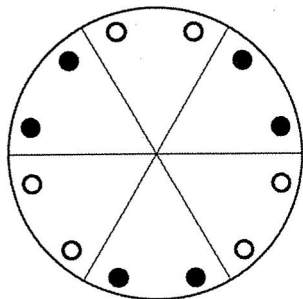
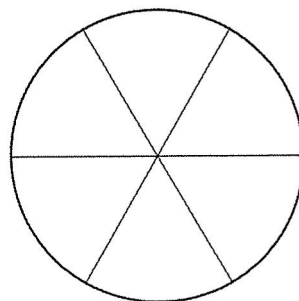

図1 同価点の配置
図2 対称要素の配置
(1) 下記の図1はある点群の同価位置の場所を表す。この点群の対称要素の配置(図2)を解答用紙に完成せよ。また、この点群のヘルマン・モーガン記号を記せ。